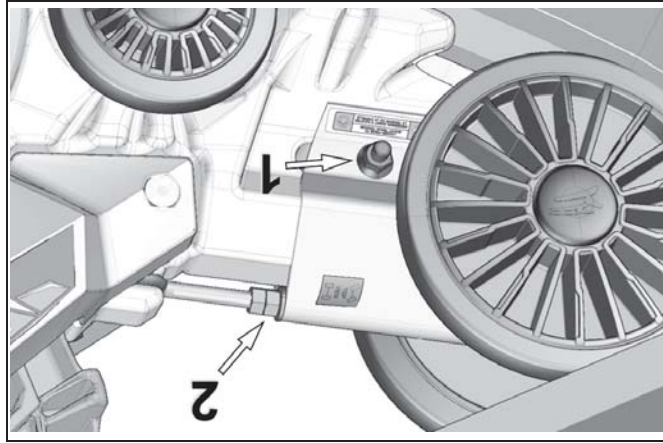

Figure 17
Pour ajuster la tension de la chenille, desserrer le boulon de fixation (1) de l'ensemble tensionneur, reculer un peu le contre-écrou et ajuster la tension selon les recommandations en tournant l'écrou d'ajustement (2) dans le sens horaire ou anti-horaire. Voir la Figure 17.